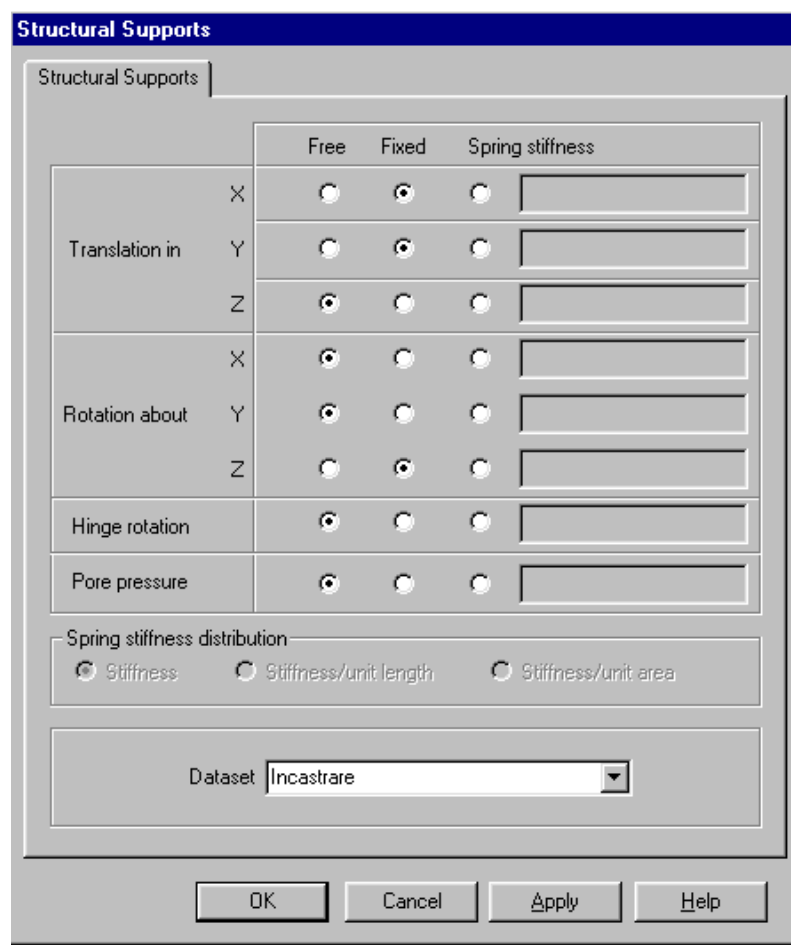

Fig. 26
- în caseta de dialog se definesc condițiile de rezemare: sunt împiedicate translațiile după axele **X** și **Y** (**Fixed**) și rotirea după axa **Z** (fig. 26)